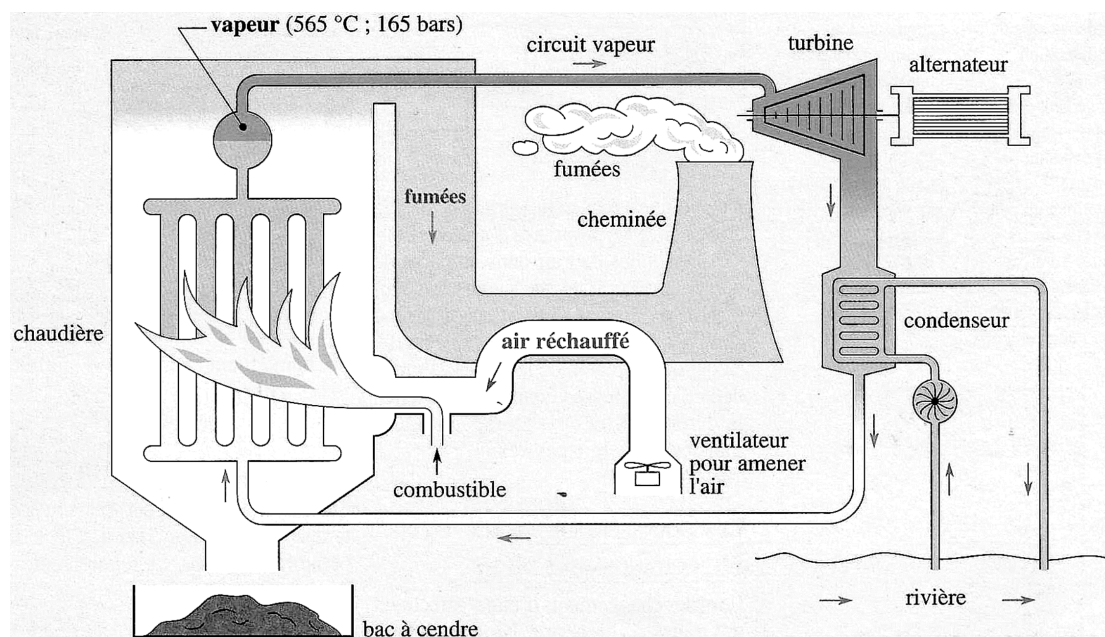

Figure 3 : Schéma de principe d'une centrale thermique élémentaire.
b) Principe de fonctionnement d'une turbine à vapeur (figure 3)